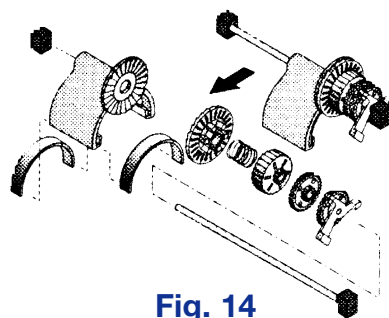

Fig. 14
► Tirez la longue tige vers le haut en la prenant par les 2 blocs aux bouts de la tige. Laissez les roues d'engrenage sur l'oscillateur et les blocs sur la tige. L'arbre à came pourrait légèrement interférer avec le support de la tige, dans ce cas, tournez-le légèrement sur la tige jusqu'à ce qu'il se libère. L'ensemble de la tige peut maintenant être désassemblé (Fig. 14).
► Glissez la longue tige en-dehors de l'oscillateur, (complètement avec la boîte) assurez-vous de ne pas perdre les roues d'engrenage qui pourraient tomber lors de cette opération (Fig. 14).